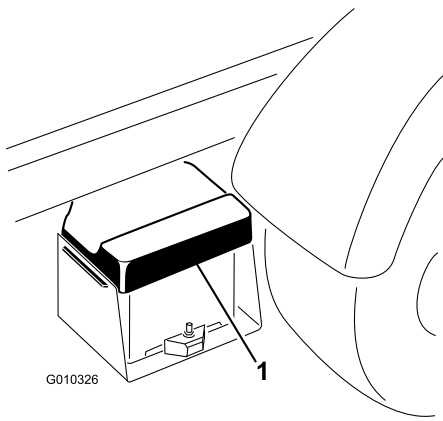

図 5
1. バッテリー・ケースからバッテリーを取り外す (図 5)。